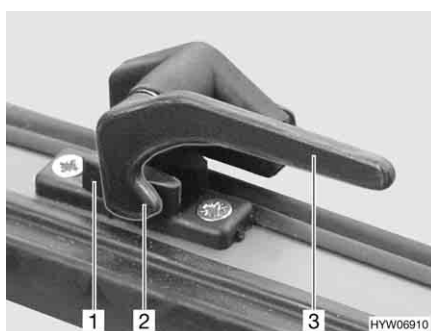

Fig. 55 Leva di serraggio in posizione "Chiuso"
- Ruotare la leva di serraggio (Fig. 55,3) di un quarto di giro verso il centro della finestra.
- Ruotare la leva di serraggio (Fig. 55,3) di un quarto di giro verso il telaio della finestra. Il nasello di chiusura (Fig. 55,2) si trova sul lato interno della chiusura della finestra (Fig. 55,1).
- In posizione "Completamente chiusa" (Fig. 55)